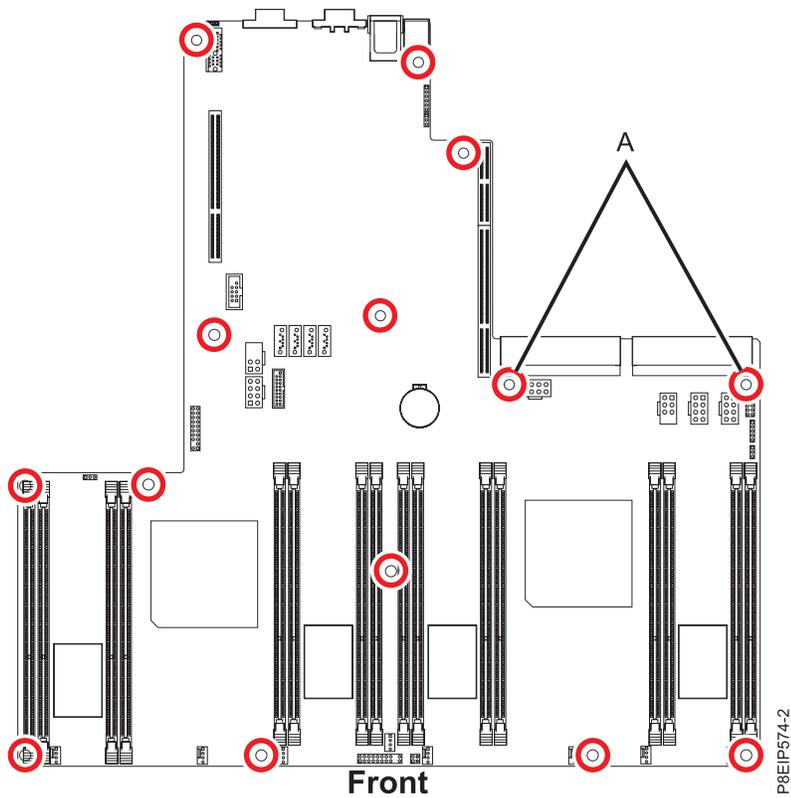

Figura 49. Locais dos parafusos. Os dois parafusos em (A) são da cor preta e ligeiramente mais compridos.
10. Remova os 14 parafusos do painel traseiro do sistema. Os locais dos parafusos são mostrados na Figura 49 na página 46.